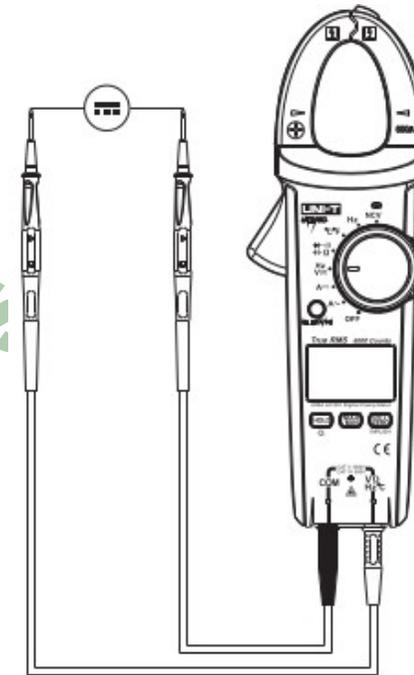

Figura 7
4. Tensión Continua (Ver figura 7)